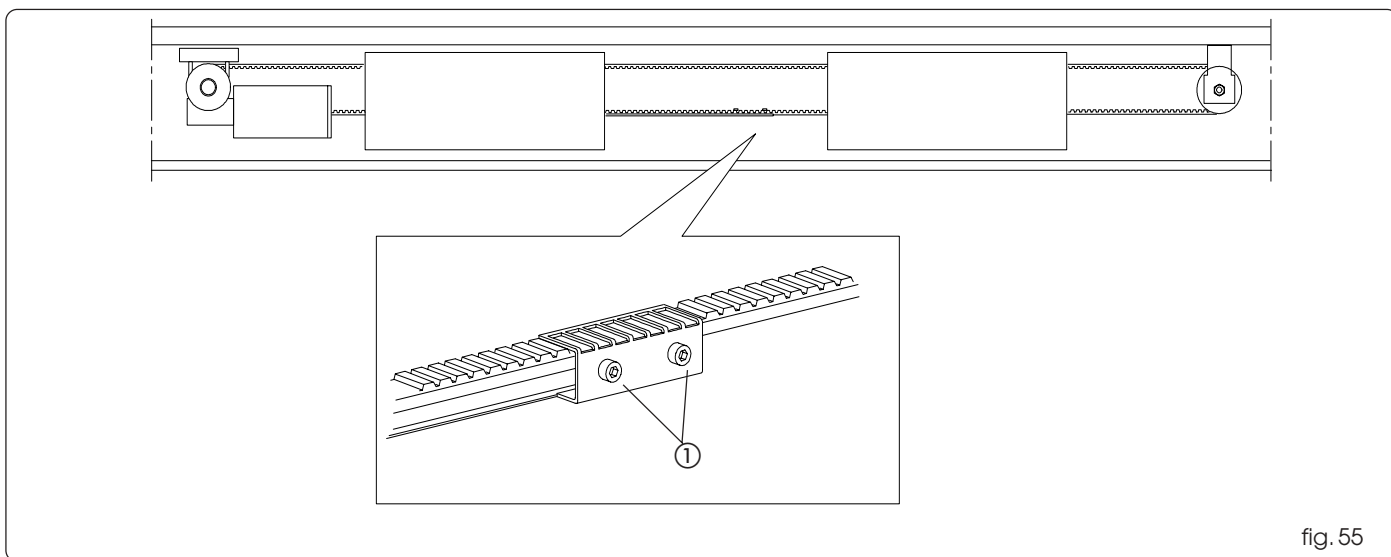

fig. 55
El módulo de accionamiento se entrega con una única barra de movimiento ya fijada a la correa, conectada siempre al tramo inferior y dirigida hacia la izquierda (fig. 55).
En caso de puertas de hoja simple con apertura hacia la izquierda, es preciso aflojar los dos tornillos de bloqueo (fig 55 ref. ①) y llevar manualmente la barra de movimiento hacia la derecha.